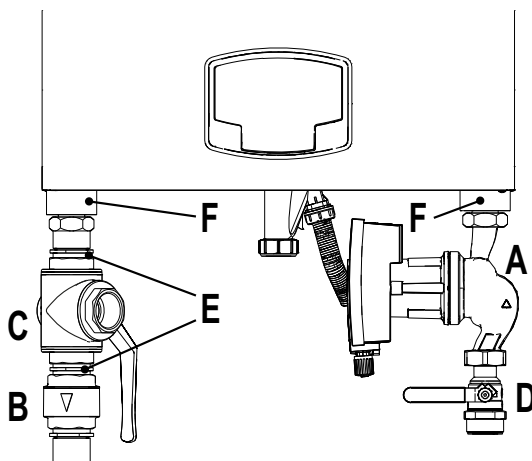

рис. 34- Котел с установленными комплектами
арт. 042070X0 - КОМПЛЕКТ ВЫСОКОПРОИЗВОДИТЕЛЬНОГО ЦИРКУЛЯЦИОННОГО НАСОСА - 7 м (А - рис. 34)
арт. 042071X0 - КОМПЛЕКТ ВЫСОКОПРОИЗВОДИТЕЛЬНОГО ЦИРКУЛЯЦИОННОГО НАСОСА - 10 м (А - рис. 34)
- 1 НЕВОЗВРАТНЫЙ КЛАПАН - Гнездовое 1"1/2 (В - рис. 34)
- 2 3-ХОДОВОЙ ВЕНТИЛЬ - Гнездовое 1"1/2 (С - рис. 34)
- 3 ВЕНТИЛЬ Штыревое/гнездовое 1"1/2 (D - рис. 34)
- 4 СОЕДИНИТЕЛЬНЫЙ ПАТРУБОК 1"1/2 (Е - рис. 34)
- 5 Соединительные трубы подачи и возврата 1"1/2 (F - рис. 34)